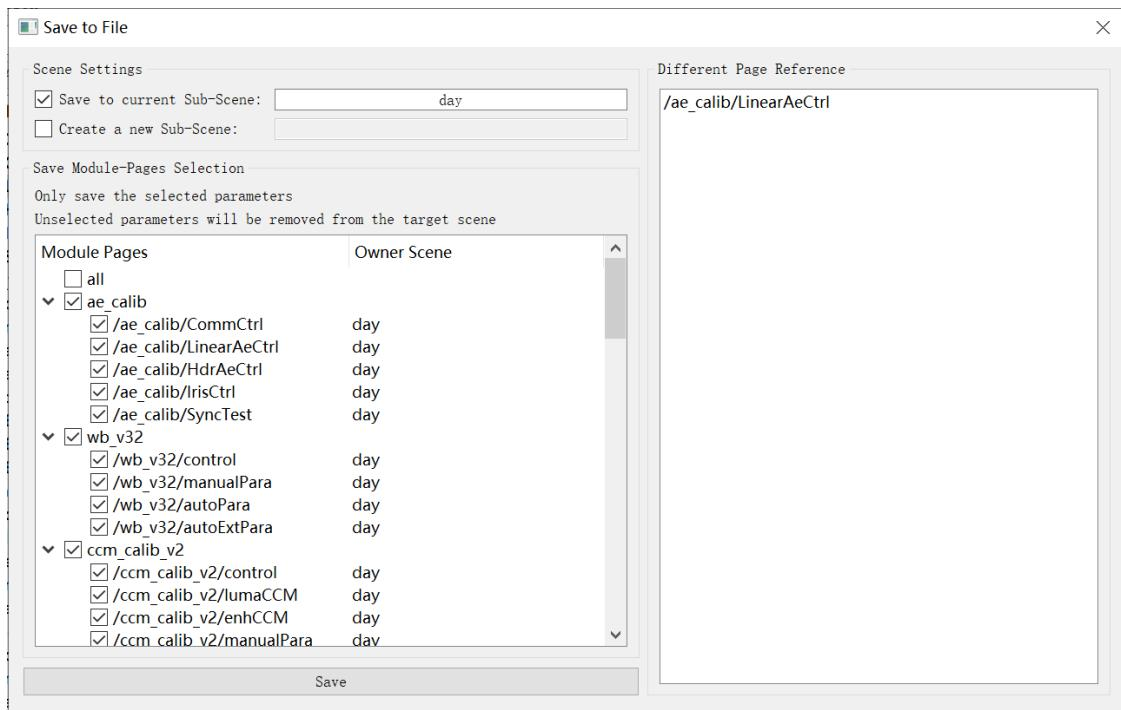

图3-5-5
- 点击菜单栏"File" - "Save As..."，如图3-5-5所示，可以将参数保存至步骤2选择的场景参数内，也可以另存为至一个新的场景参数，支持选择部分模块参数保存，并在窗口右侧的列表中显示出改动过的参数供用户参考；